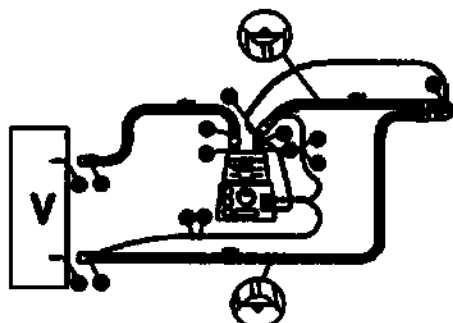

Рисунок 2
2. Присоедините не нагреваемую часть патрубка вдоха (A) к входу увлажнителя (A1).
3. Присоедините второй патрубок вдоха (B) к выходу увлажнителя (B1).
4. Присоедините магистраль вдоха контура (C) к порту вдоха аппарата ИВЛ (C1).
5. Соедините магистраль выдоха контура (D) с портом выдоха аппарата ИВЛ (D1).
6. Вставьте температурный датчик больного в соответствующий порт коннектора (E).
7. Если увлажнитель снабжен датчиком мониторинга температуры газа на выходе, датчик следует вставить в порт коннектора на выходе увлажнителя (F). Некоторые контуры могут быть снабжены двумя соединителями с выходными отверстиями увлажнителей; прозрачный предназначен для увлажнителей F&P™ MR 730, HUDSON RC1™ и Bear™; тогда как зеленый – только для увлажнителя F&P™ MR 850. Перед подсоединением зонда, убедитесь в том, что соединитель, вставленный в отверстие для увлажнителя совместим с применяемым увлажнителем. Применение несовместимого соединителя может привести к неправильной его работе или выходу из строя.
8. С помощью специального адаптера (переходника) соедините электрический коннектор провода нагрева (G) вдоха с соответствующим гнездом питающего кабеля увлажнителя (G1).
9. Если двойные дыхательные контуры используются с устройством Fisher & Paykel™ (рис. 2), красный электрический коннектор магистрали вдоха (G) соединяется с красным патрубком адаптера (G1), а синий электрический коннектор магистрали выдоха (H) – с синим патрубком адаптера (H1).